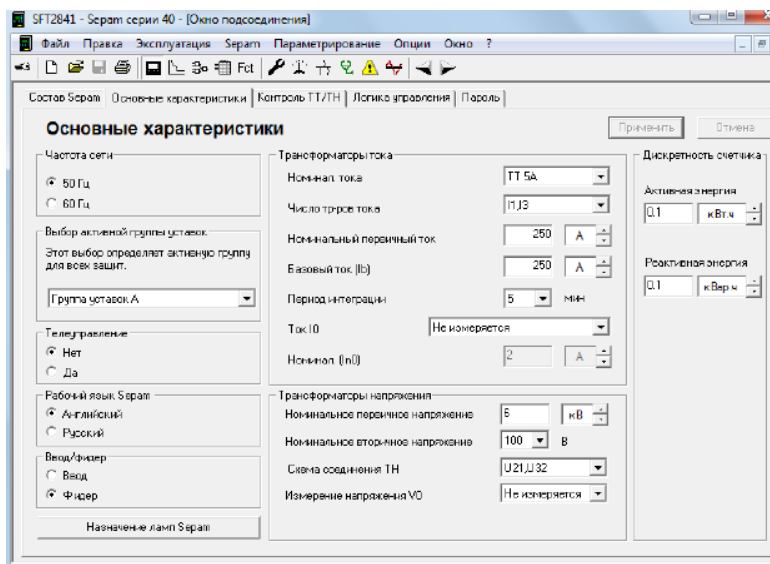

Рисунок 3.5 – Окно «Основныe характеристики»
8. Выбрать вкладку «Основные характеристики» (рис. 3.5). В поле «Частота сети» установить частоту – 50 Гц. В поле «Выбор активной группы» – выбрать «Группа уставок»